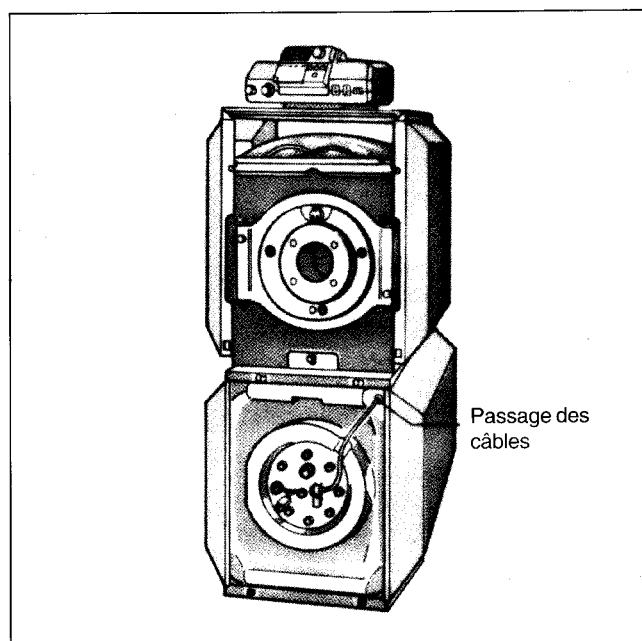

Fig. 4
- Introduire la conduite de sonde dans le passage des câbles (fig. 4).